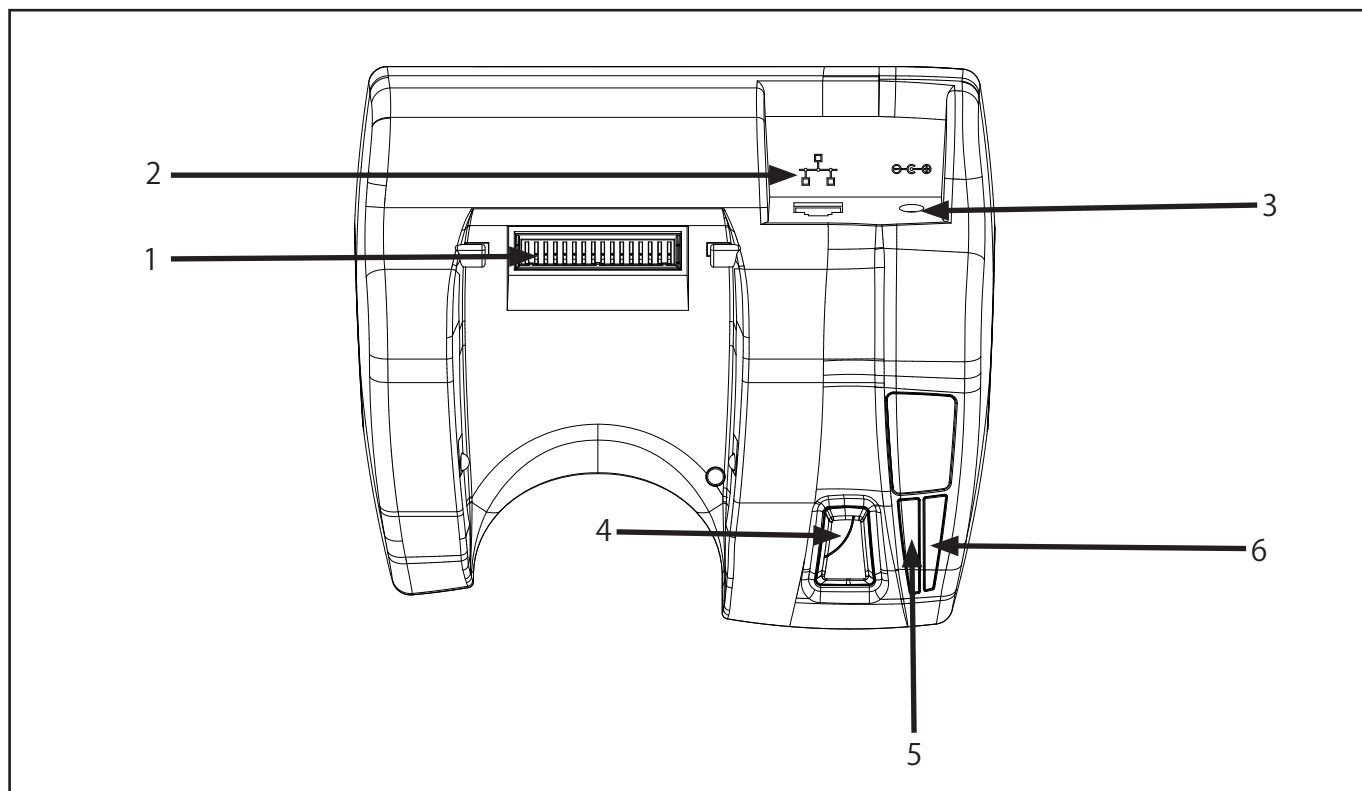

図 1: QLnEC
2. 電源アダプタをクレードル後部に差し込みます (図 1 の 3 番)。
3. イーサネットケーブルをクレードル後部に差し込みます (図 1 の 2 番)。
- プリンタ前面の充電 LED インジケータとクレードルパネルの電源インジケータ LED (図 1 および 2 の 6 番) が点灯することを確認します。